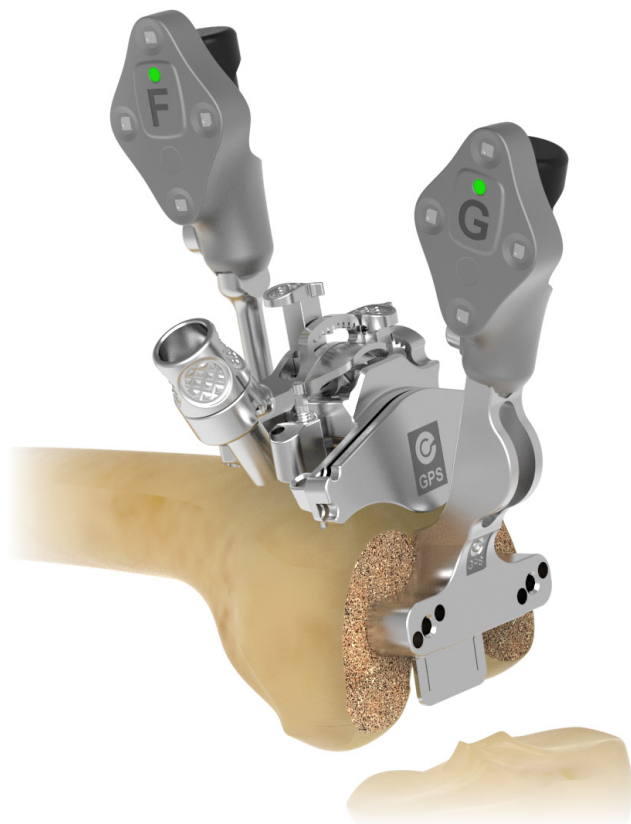

Figura 28
Verifique la resección colocando el comprobador de corte navegado con el tracker guía (G) en la superficie ósea resecada (*Figura 28*).